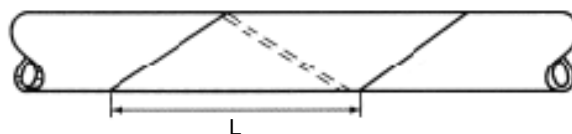

图 5-1
b. 当比值在 1.1-1.5 之间时,可采用卷绕法,如图 5-1,方法为根据热损失与电热带功率的比值。查表 5-3,得到卷绕的节距,并按此敷设,电热带长度为管道长度 × 比值。